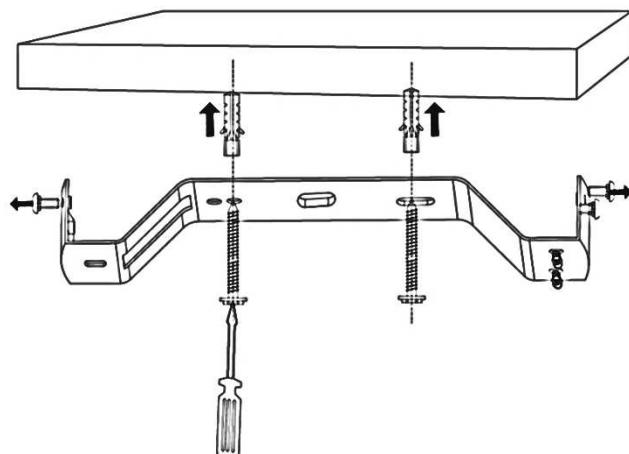

Fig. 2
- Verwijder de schroeven uit de ophanghaak (Fig.2) en motorbeugel. Fig.3